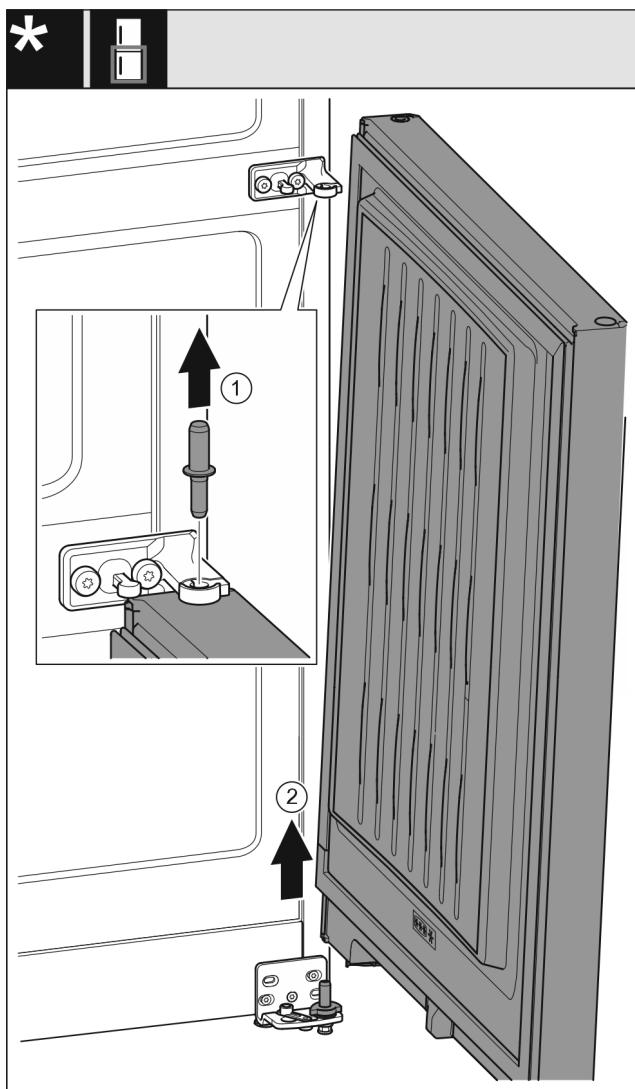

Fig. 10
- Bolzen Fig. 10 (1) nach oben herausziehen.
- Tür Fig. 10 (2) heraus schwenken, nach oben ziehen und beiseitestellen.